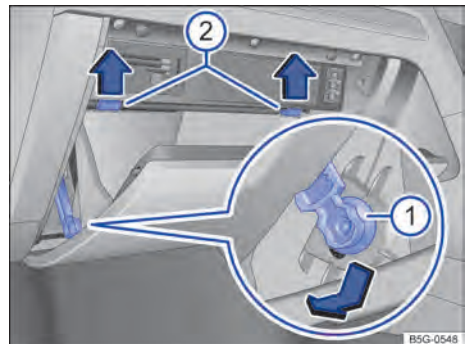

Fig. 221 Tapa de la caja de fusibles del tablero de instrumentos: vehículos con el volante a la derecha, en el lado del acompañante.
- Desplace el elemento de frenado en el sentido de la flecha en el orificio del soporte y extráigalo lateralmente → fig. 221 ①.
- Presione los pivotes tope → fig. 221 ② hacia arriba, en el sentido de las flechas y, al mismo tiempo, abra aún más la guantera.
- Para *montar* la guantera, sitúela en la posición adecuada. Introduzca el elemento de frenado en el orificio del soporte y desplácelo en el sentido contrario al de la flecha → fig. 221 ① hasta que oiga que ha encastrado. Presione la guantera con cuidado hacia delante, superando la resistencia que oponen los pivotes tope → fig. 221 ②.